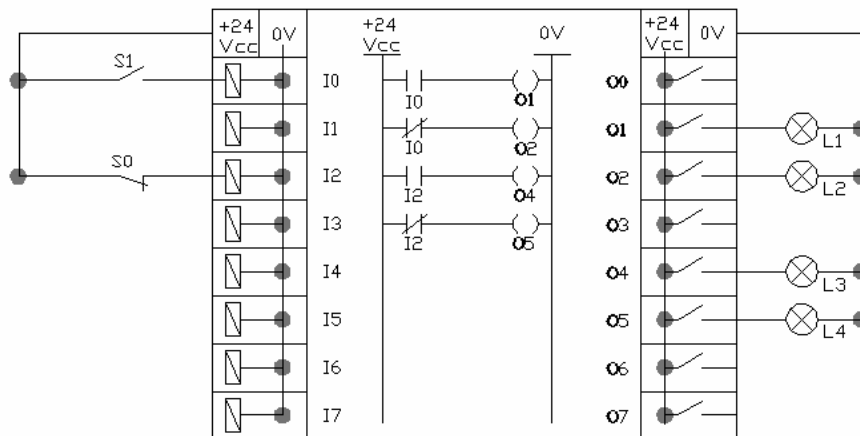

fig.8 – Analogia de um PLC com um quadro de comando.
Na fig.8 o diagrama representativo de um PLC pode ser interpretado como sendo um quadro de comando, com componentes externos e componentes e ligações internas. Imaginando duas botoeiras ligadas ao PLC, uma NA denominada de S1 e uma NF denominada de S0. O contato de S1 alimenta a bobina de um contator interno na entrada do PLC, denominado de I0 (I de input que, em inglês, significa entrada) e o contato de S0 a bobina de um contator interno na entrada do PLC denominado de I2. Utilizando-se contatos abertos e fechados dos contadores de entrada, monta-se um circuito interno no PLC que irá acionar as bobinas dos contadores de saída que são representados no ladder pelo símbolo ( ) e denominados pela letra O (O de output que em inglês significa saída). Quando um contador de saída é acionado, todos os contatos pertencentes a este contator mudam de estado acionando as cargas ligadas na saída do PLC, neste exemplo representadas pelas lâmpadas L1, L2, L3 e L4.
No exemplo da fig.8, quando as botoeiras estão na sua posição de repouso, as lâmpadas L2 e L3 estarão acesas, pois o S1 é um contato aberto, portanto o contator de
a) **Endereços absolutos** - São aqueles endereços predefinidos pelo fabricante da máquina, que no exemplo da fig.8 é "In" para as entradas (exemplo I1, I2, ...,In) e "On" para as saídas (exemplo O1, O2, ...,On).
b) **Endereço simbólico** - São endereços atribuídos pelo programador para facilitar a interpretação do programa. No exemplo da fig.8, poderia se atribuir, por exemplo, o nome de “S0” para a entrada “I2”. Toda vez que se chamasse o “S0” dentro do programa, o “I2” seria automaticamente acionado. Isto facilita a interpretação do programa, especialmente por programadores que já tenham uma boa experiência com instalações elétricas, pois permite usar terminologias do seu dia a dia no programa. O endereço simbólico não exclui o absoluto, porém uma vez atribuído, dentro de um programa, um endereço simbólico a um endereço absoluto eles ficarão amarrados até o fim.